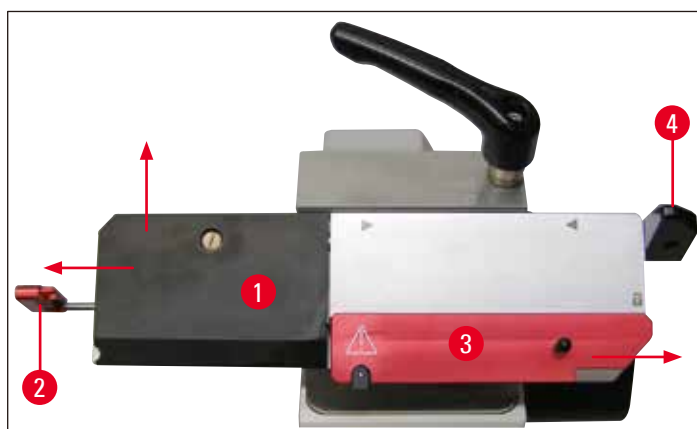

Fig. 32
- Extraire délicatement l'outil d'insertion (→ Fig. 32-2) par la gauche (→ Fig. 32). La plaque de pression (→ Fig. 32-1) peut maintenant être retirée (→ Fig. 33).